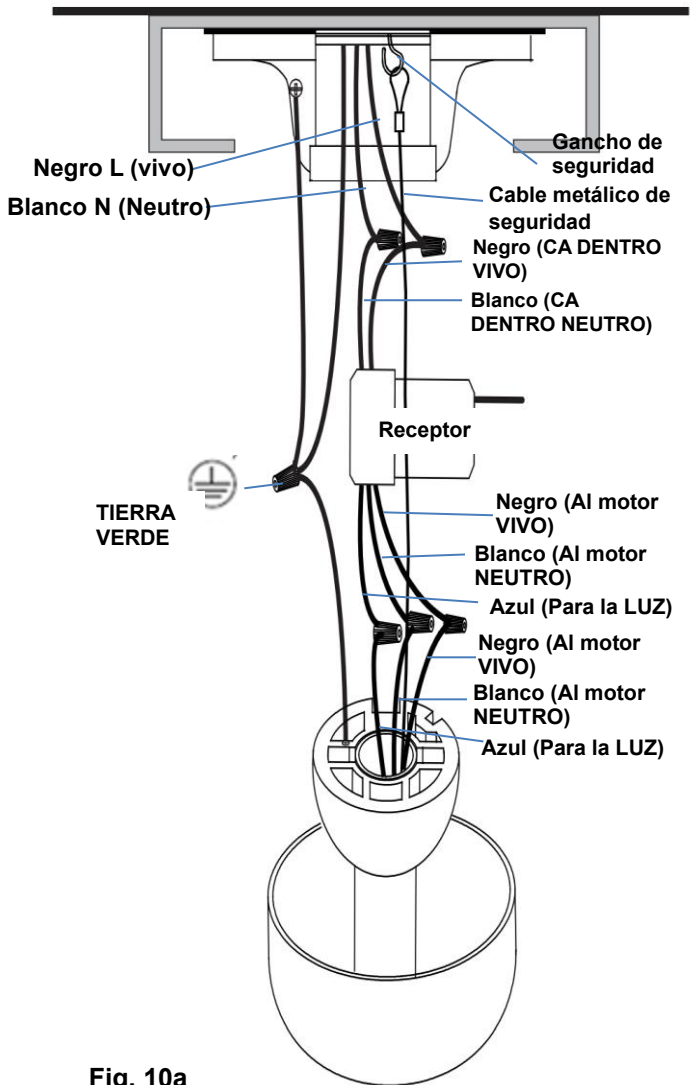
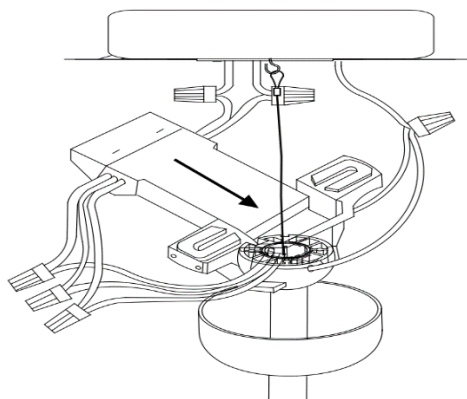

Fig. 10a
Fig. 10b
Siga los pasos siguientes para conectar el ventilador al cableado doméstico. Utilice las tuercas de conexión de alambre suministradas con su ventilador. Asegure los conectores con cinta aislante. Asegúrese de que no haya hilos de cable o conexiones sueltos (**Fig.10a & Fig.10b**).
7. Tire del cable de seguridad de metal en el gancho de seguridad, apriete el cable de seguridad (**Fig.10a & Fig.10b**)